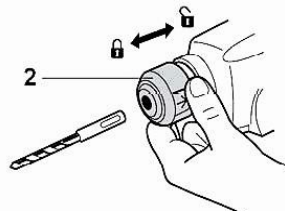

Рисунок 2
3.5 Після встановлення змінного інструмента завжди перевіряйте надійність його кріплення – спробуйте його витягти без відведення кільця патрона. Щоб витягти змінний інструмент, необхідно відвести кільце патрона у бік передньої рукоятки (дивіться рисунок 2).